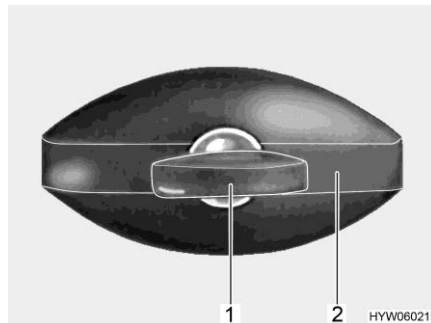

Bild 74 Lucklås (ellipsformat, låst)
- Stick in nyckeln i låscylindern (Bild 74,1) och vrid ett kvarts varv moturs. Låshandtaget (Bild 74,2) frigörs.